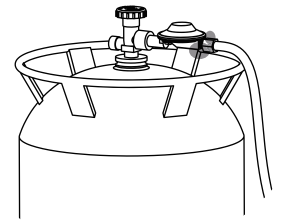

Figure 9
- Regülatör ile hortum arasındaki bağlantı (bkz. Figure 9)